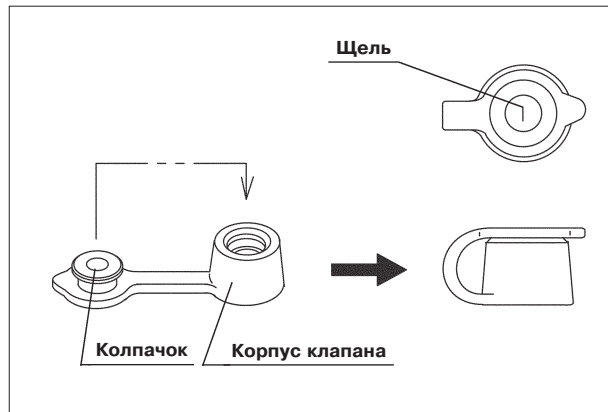

Рис. 3.11
2. Присоедините колпачок к корпусу клапана (см. рис. 3.11).